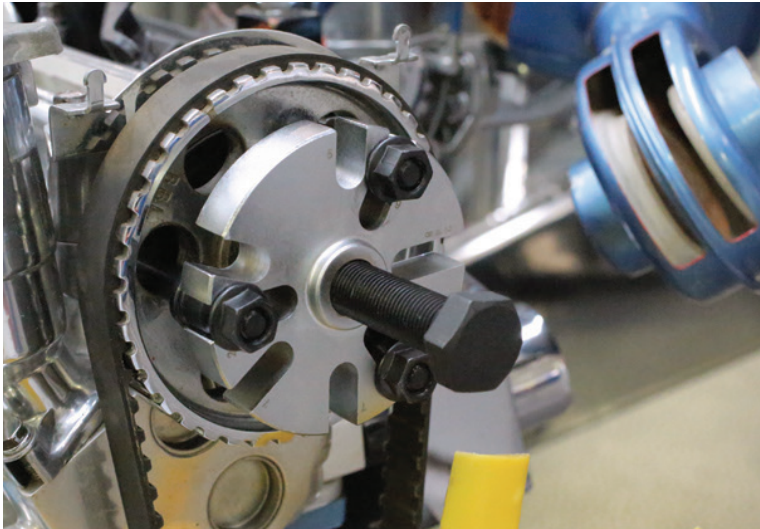

Fig.1
3. O disco do extrator tem gravado uns números. Esses números indicam quais slots usar de acordo com o número de slots ou furos que estão disponíveis para o extrator a ser anexado. Veja a Fig. 1.